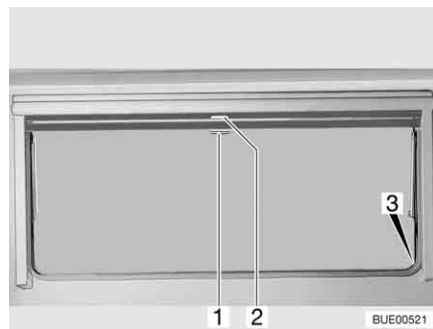

Bild 62 Överkantshängda fönster
- Drag ned mörklägningsrullgardinen med handtaget (Bild 62,2). När mörklägningsrullgardinen dras ned helt fäster man det man i spärrarna (Bild 62,3) på båda sidorna på fönsterkarmen.
- När mörklägningsrullgardinen är helt neddragen: Tryck ned handtaget (Bild 62,2) och drag det något inåt. Nu kan man ta loss mörklägningsrullgardinen ur spärrarna på båda sidorna av fönsterkarmen.
- När mörklägningsrullgardinen inte är helt neddragen: Drag handtaget (Bild 62,2) lätt nedåt tills spärren släpper.
Stänga: ■ Drag ner insektsnätet med handtaget (Bild 62,1) och fäst det i spärrarna (Bild 62,3) på båda sidorna av fönsterkarmen.
Öppna: ■ Tryck ned handtaget (Bild 62,1) och drag det något inåt. Lossa insektsnätet ur spärrarna på båda sidorna av fönsterkarmen.